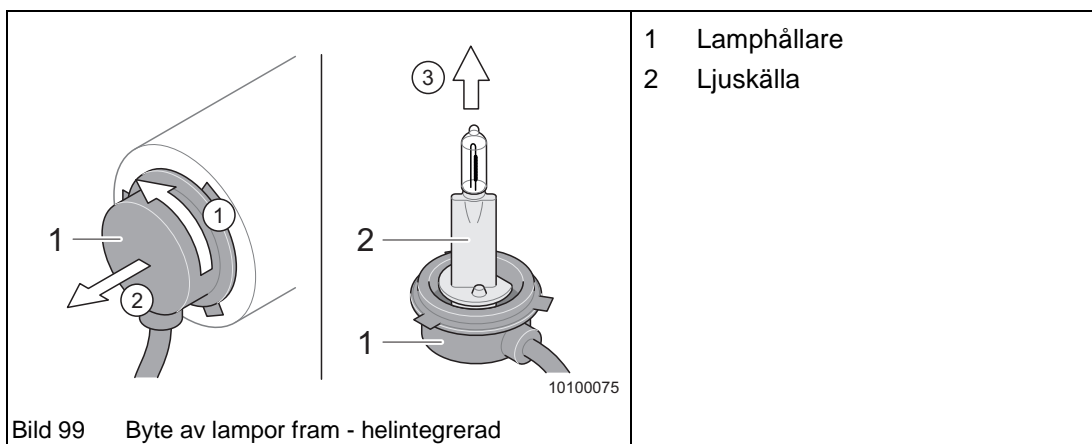

Bild 99 Byte av lampor fram - helintegrerad
- Vrid lamphållaren (Bild 99/1) moturs c 45°.
- ➔ Dra ut lamphållaren (Bild 99/1) bakåt.
- ➔ Fata om lampan (Bild 99/2) med en duk och byt den.